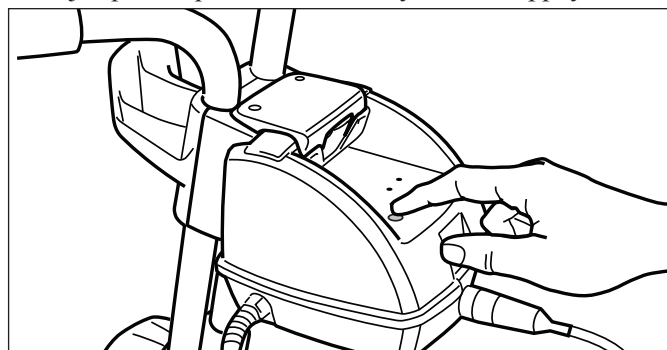

Figure 16. Démarrer le robot
1. Démarrer le robot 9300 Sport en appuyant sur le bouton qui active le programme de nettoyage « Cycle I ». Le « Cycle I » de nettoyage est le cycle de nettoyage principal pour les piscines creusées. Si un cycle alternatif est souhaité, appuyer « Cycle II ». Se référer à la Figure 16. Le voyant du cycle choisi s'allume et le robot démarre après quelques secondes. Quand le robot est ACTIVÉ, il restera en état d'alerte jusqu'à ce que le bouton du Cycle I soit appuyé.